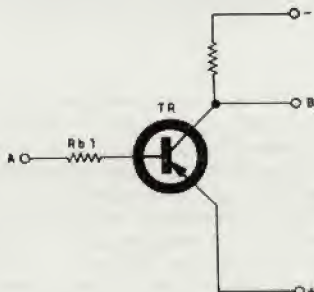

Fig. 1
Il circuito fondamentale è quello del transistor usato come interruttore, cioè completamente interdetto o in saturazione. (vedi fig. 1) (4). Se per  $R_b$  scorre una corrente sufficiente a portare il transistor in conduzione, B è praticamente a massa; se per  $R_b$  la corrente è minore, B è a potenziale negativo, data l'elevata resistenza interna del transistor in interdizione.